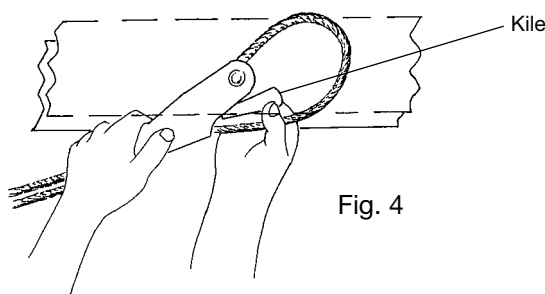
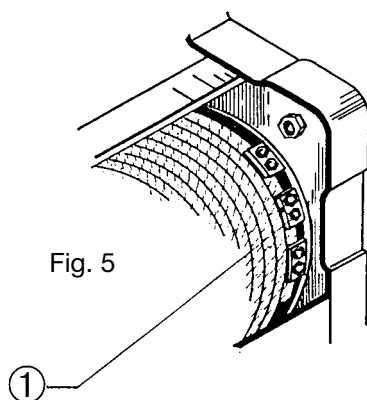

Fig. 4
Fig. 5
For demontering af wiren: fjern hovedkilen (Fig. 4), og tag derefter enden af wiren ud af beslaget, og fjern wiren fra blokskiven og muligt vekselhjul. Træk wiren fuldstændigt ud af tromlen ved at trykke på "ned" knappen på kontrolpanelet indtil tromlens ende. Løsn skrue af wiren fastgørelsesklemmer (fig. 5).
Montering af ny wiser: Sæt wiseren i den sidste fastgørelsesklemme, og lad ca. 40 mm af enden af wiseren stikke ud; stram klamskrue (fig. 5 - pos. 1) stram wiseren indtil den mases og fastgør de andre klamskrues.